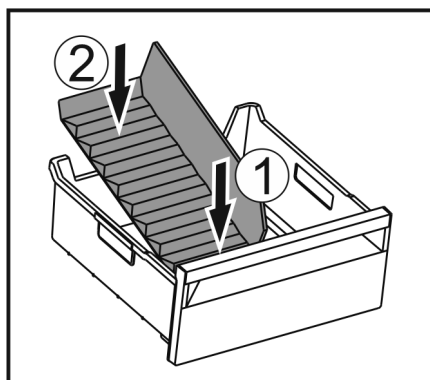

Fig. 171
- ▶ Sæt den forreste del af frostrumsadskilleren i. Fig. 171 (1)
- ▶ Sæt den bageste del af frostrumsadskilleren ned i skuffebunden. Fig. 171 (2)